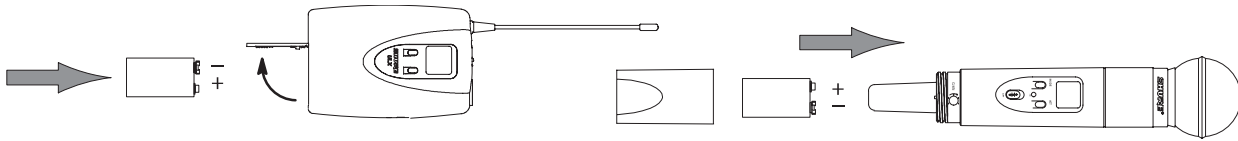

FIGURA 20
1. Abra la cubierta de la pila y coloque una pila de litio o alcalina de 9 V nueva, tal como se ilustra en la Figura 20.